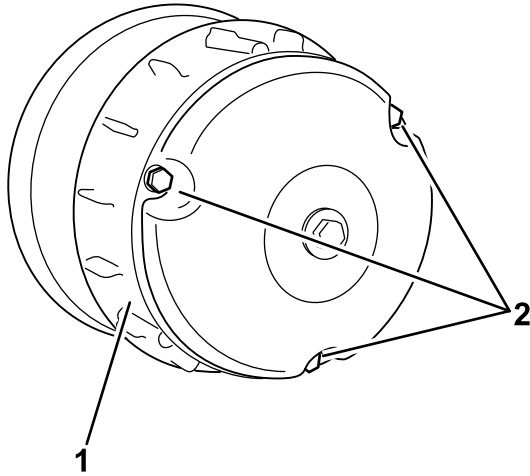

Figura 58
2. Retire los 3 pernos que sujetan la cubierta al embrague, y retire la cubierta (Figura 58).
4. Instale la cubierta del embrague, fijándola con los 3 pernos (Figura 58) que retiró en 2.